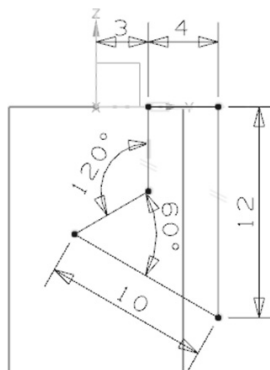
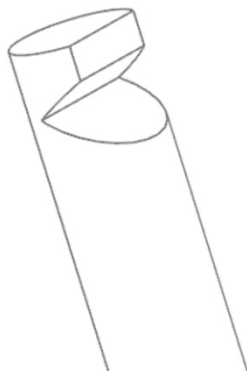

图 16-22 绘制截面
图 16-23 创建缺口
(6) 单击“腔体”按钮，在【腔体】对话框中“模式”选取“减除材料”，选取模架的型芯、动模板（B 板）、顶针 A 板为目标体，拉料杆为刀具体，单击“确定”按钮，创建拉料杆的装配位。
(7) 在装配图上选中拉料杆，单击鼠标右键，选取“设为显示部件”，打开拉料杆结构图。
(8) 选取“菜单 | 插入 | 基准/点 | 基准 CSYS”，创建基准坐标系。
(9) 单击“拉伸”按钮，以 ZOX 平面为草绘平面，绘制一个截面，如图 16-22 所示，在拉料杆上创建一个缺口，如图 16-23 所示。